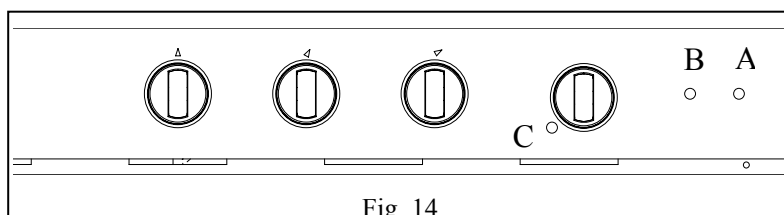

Fig. 14
**Mise en service / Using / Aansteken (fig. 14)**